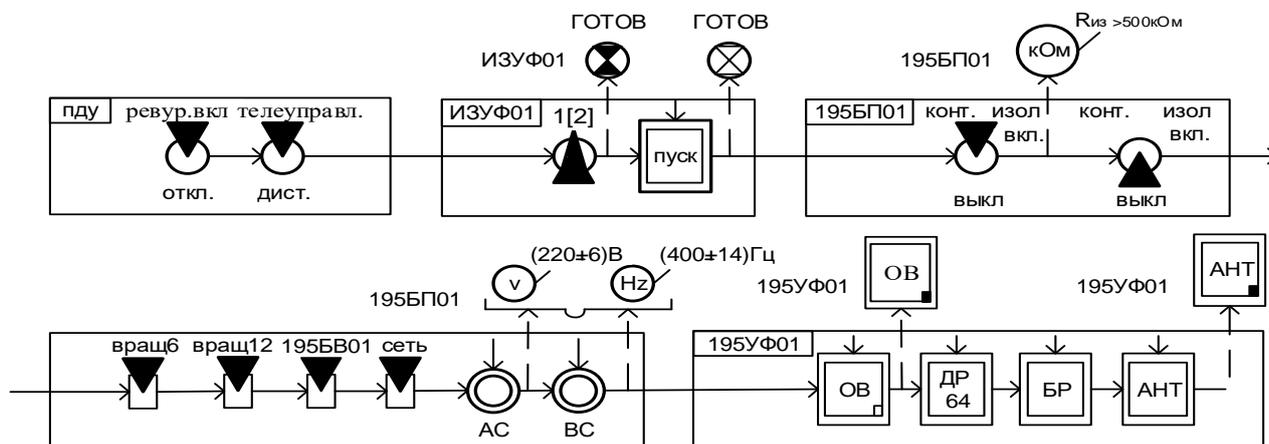

Рис. 7.8. Пуск агрегатов питания и включение РЛС
1. Пуск агрегатов питания и включение РЛС (рис. 7.8).